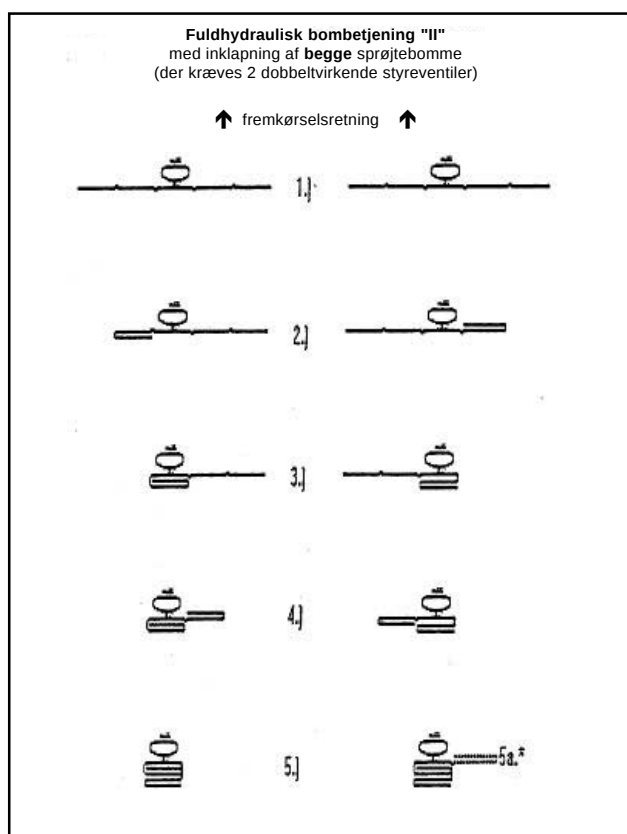

Fig. 10.5
2. **Fuldhdraulisk bombetjening "II"**, det er hermed muligt at klappe højre og venstre side på sprøjtebommen ind (fig.10.5) (det er nødvendig at have 1 enkeltvirkende og 1 dobbeltvirkende styreventil til rådighed på traktoren)